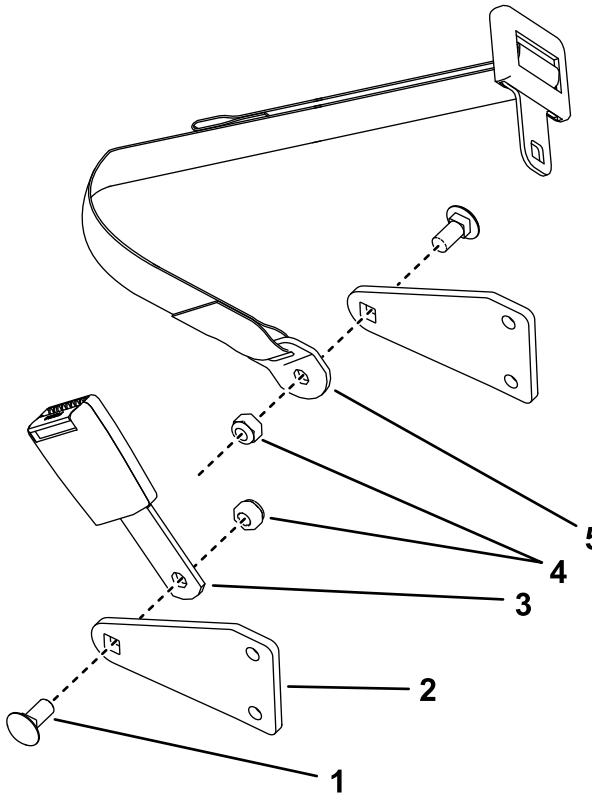

Figura 12
1. Montate la fibbia e il timone della cintura di sicurezza all'interno delle relative staffe con 2 viti a testa tonda (7/16" x 1") e 2 dadi di bloccaggio (7/16"), come illustrato nella Figura 12.